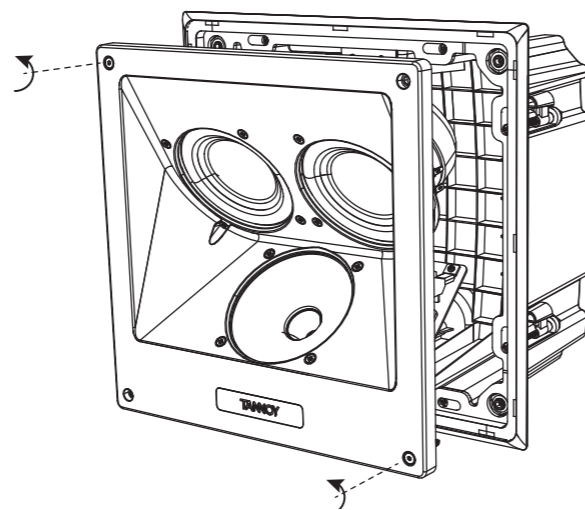

Fig. 14. Removing the loudspeaker from the back can
4. スピーカーアセンブリがすでにバック缶に取り付けられている場合 (輸送中など)、スピーカーアセンブリを固定しているネジを外して、スピーカーアセンブリをバック缶から取り外します (図 14)。